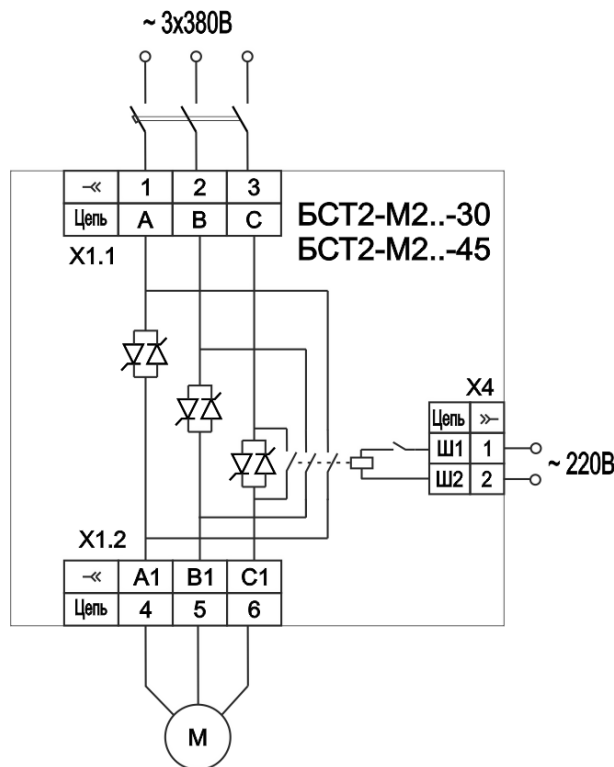

Рисунок 4 Питание шунтирующего контактора в моделях 30А и 45А
1.6.7 Включение шунтирующих контактов (байпас) происходит при достижении полного напряжения. В моделях до 24А используются встроенные силовые реле. В моделях 30А и 45А используется встроенный контактор с питанием катушек 220В и для его работы требуется подключение внешнего питания 220В на клеммник X3. Схема приведена рис.4.